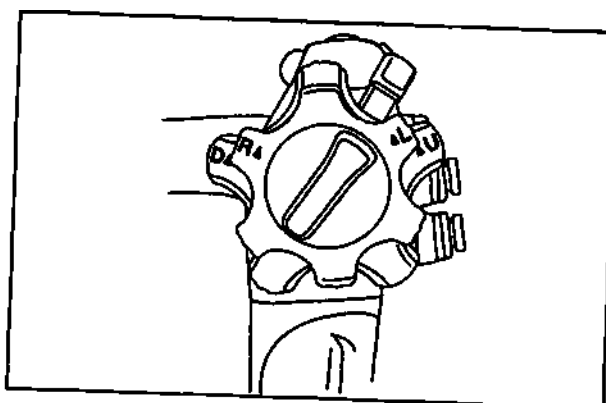

Рис. 3.6
3. Убедитесь в том, что при переводе ручек управления изгибом ВВЕРХ/ВНИЗ и ВПРАВО/ВЛЕВО в соответствующие нейтральные положения, как показано на Рис. 3.6, подвижная часть плавно выпрямляется (кроме модели GIF-N180).